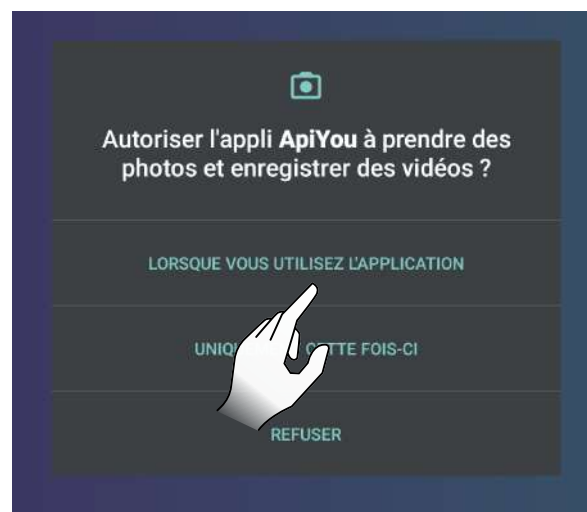

Fig. 8.1
- que vous avez correctement scanné le code QR. Contrôlez l'autorisation de ApiYou pour utiliser la caméra, si elle n'est pas autorisée, le cadre reste complètement noir ; puis modifiez les autorisations comme indiqué sur la Fig. 8.1 et 8.2, ou saisissez manuellement le code à 16 chiffres ;